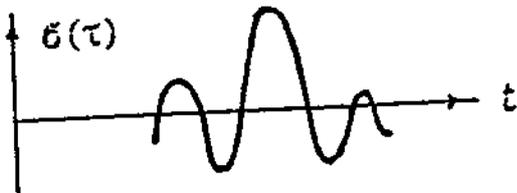

Рис. 1.2
3. Большинство деталей машин в процессе эксплуатации подвергается воздействию **переменных** во времени нагрузок, характер изменения которых бывает как закономерным так и случайным (рис. 1.2). В результате приложения таких нагрузок происходит процесс накопления повреждений,